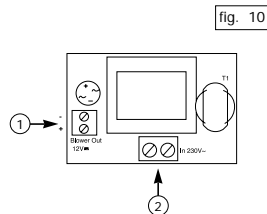

fig. 10
2. Eseguire le connessioni tra ventilatore e circuito relativo (fig. 10 punto 1).
5. Eseguire le connessioni del circuito alla fonte di alimentazione esterna (fig. 10 punto 2).